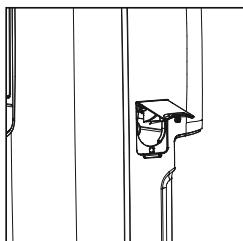
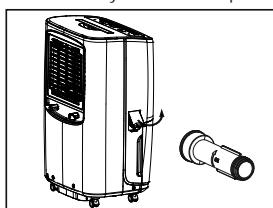

fig. 1
fig. 4
- Ouvrez le couvercle du drain sur le côté de l'appareil, pour repérer le connecteur de drainage à l'intérieur. (fig. 1) Prenez l'adaptateur de drainage dans le haut de l'emballage en styracousse. (fig. 4)
L'adaptateur de drainage est un accessoire pratique qui facilite l'installation du tuyau de drainage (non fourni) du déshumidificateur, toutefois il n'est pas nécessaire pour la fonction de drainage continu. Vous pouvez utiliser cette fonction en insérant le tuyau de drainage du déshumidificateur dans l'ouverture latérale et en le connectant sur une sortie. (fig. 1, 2 et 3) Il est possible d'enlever le seau afin de mieux voir le connecteur.